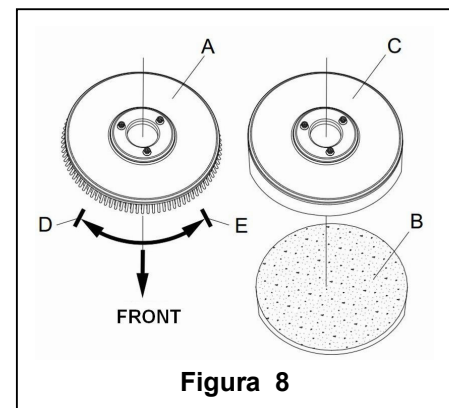

Figura 8
În funcție de tipul de pardosea care trebuie curățată, pe mașină se poate monta o perie (Figura 8, A) sau o bucată de material (Figura 8, B și C).
6. Dacă pasul 5 de mai sus se dovedește a fi greu de realizat, utilizați metoda manuală urmărind săgeata (D) ce indică sensul pentru montarea periei / suportului de material (după cum se arată în Figura 8).
7. Pentru demontarea automată a periei /suportului de material, puneți comutatorul (41) alimentării cu curent pe poziția "O". Țineți cu mâna mânerul-bară și apăsați mașina în jos până când roata de ghidaj atinge podeaua iar peria/ suportul de material e suspendată în aer. Puneți comutatorul de alimentare (41) pe poziția "I" și apăsați butonul de siguranță pentru a permite periei sau suportului de material să se rotească până ce cad pe podea.
8. Dacă pasul 7 de mai sus se dovedește a fi greu de realizat, folosiți metoda manuală, rotind peria /suportul de material în direcția opusă funcționării normale și în felul acesta se poate scoate. (așa cum se arată în **Figura 8**)